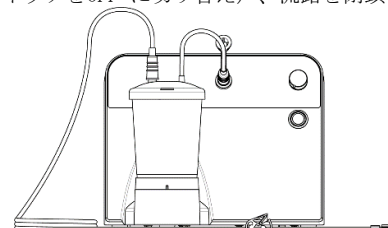

図2 (吸引ボトル200mLの例)
6. 吸引チューブを吸引ボトルのボトルキャップに接続する(図2)。このとき、吸引チューブのクランプを閉め(又は、フロースイッチをOFFに切り替え)、流路を閉鎖する。